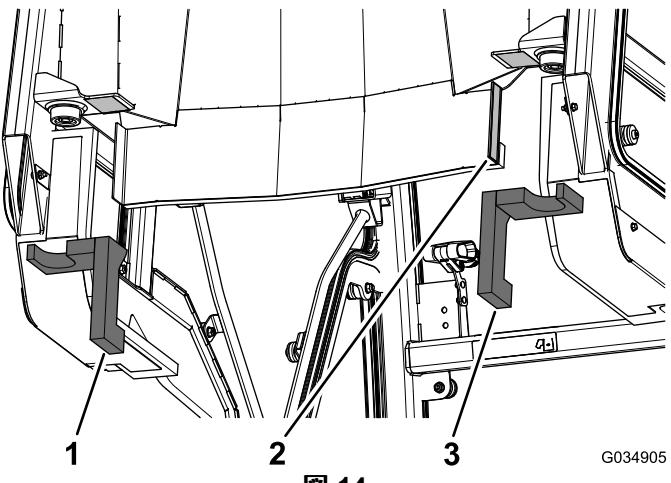

図 14
- キャブユニットの後部の両面テープから裏紙をはがす図14。
- キャブユニットに左後部用と右後部用シールを取り付ける図14。